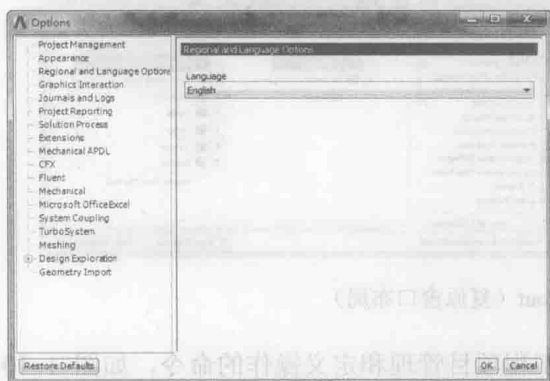

图 1-13 【Regional and Language Options】选项卡
- ✦ 【Regional and Language Options】选项卡：用于设置软件语言，如图 1-13 所示。